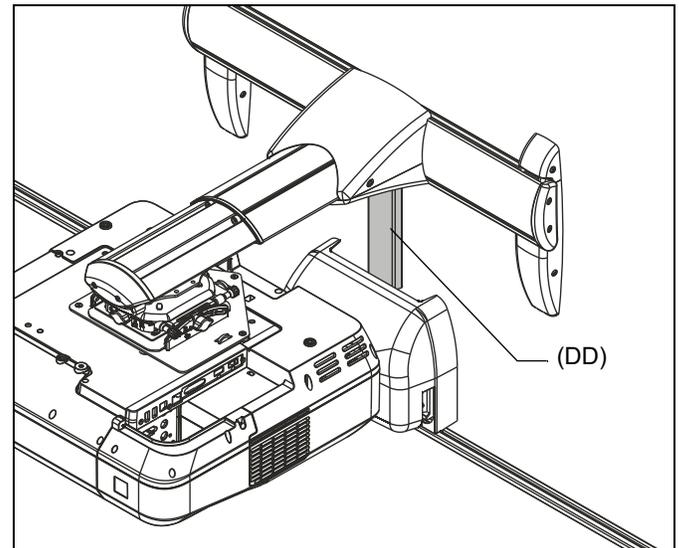

Figure 61
11. Séparez les deux parties du sillon pour câbles (DD).
12. Retirez le papier de l'adhésif sur la pièce arrière, puis fixez de nouveau le sillon pour câbles au mur de façon verticale, entre le support de projecteur et le cache du capteur tactile. (Voir figure 61)
13. Déposez les câbles à l'arrière du sillon pour câbles et fermez le cache. (Voir figure 61)